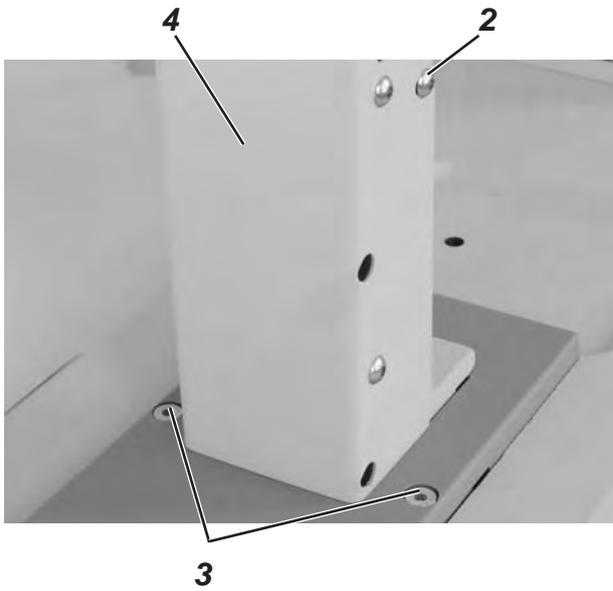

Abb. 1
- Schraube (2) und zwei Schrauben (3) lösen. Transportsäule (4) so verschieben, damit die Regel 2.1 (**A = 0,1 mm**) laut **Abb. 1** oder Regel 2.2 laut **Abb. 2** erfüllt wird.